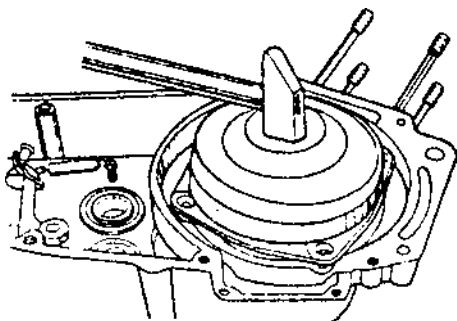

Рис. 2.26. Запрессовка крышки кривошипной камеры
- надеть на левую полуось левого коленчатого вала конусный наконечник, предохраняющий рабочие кромки сальника от повреждения, и установить левый коленчатый вал. При помощи толкателя и молотка запрессовать крышку кривошипной камеры (рис. 2.26). Закрепить ее винтами со стопорными шайбами, винты затянуть с максимальным усилием и накернить;